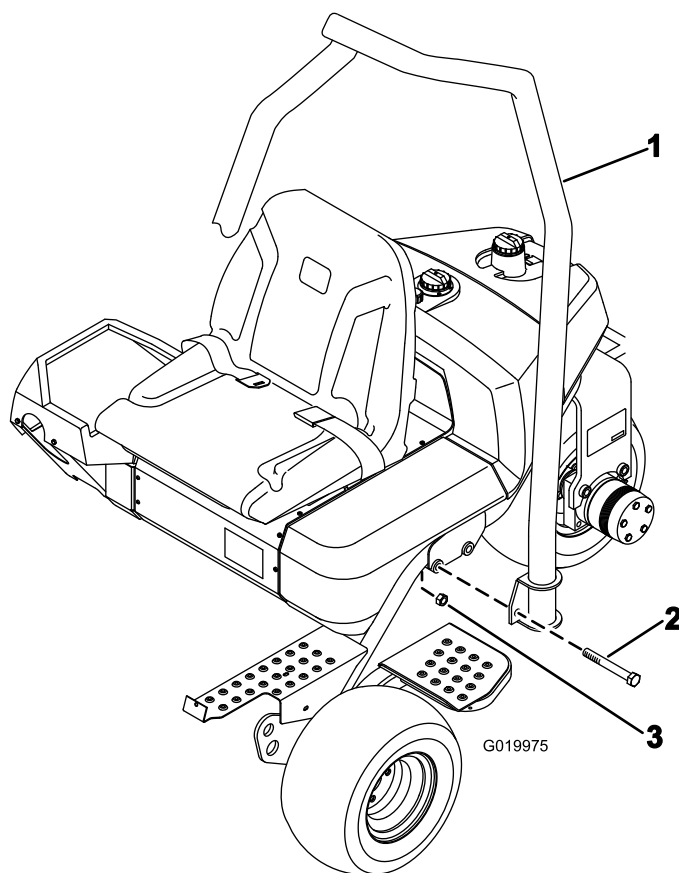

Figure 4
1. Positionnez l'arceau de sécurité de sorte que la partie courbe en haut du tube soit dirigée vers l'avant de la machine (Figure 4).
2. Abaissez l'arceau de sécurité sur le cadre en l'alignant sur les trous de fixation (Figure 4).
3. Fixez chaque côté de l'arceau de sécurité au cadre avec 2 boulons ( $\frac{5}{8}$ " x  $4\frac{1}{2}$ " ) et contre-écrous, comme montré à la Figure 4.